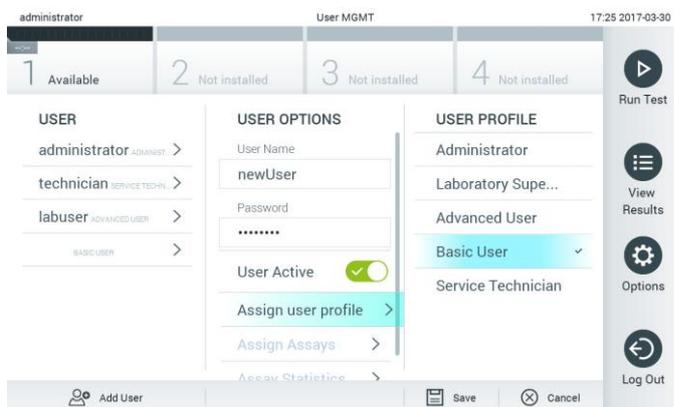

Abbildung 53: Zuweisen eines Benutzerprofils zu einem neuen Benutzer
4. Drücken Sie auf Assign User Profile (Benutzerprofil zuweisen) und weisen Sie dem Benutzer das richtige Benutzerprofil zu (aus der Liste rechts im Inhaltsbereich) (Abbildung 53).